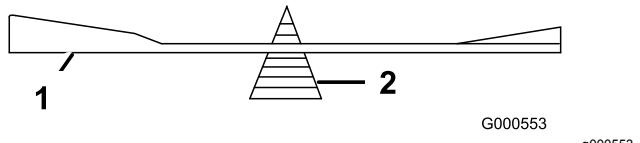

Figure 65
2. Vérifiez l'équilibre de la lame en la plaçant sur un équilibrEUR (Figure 65).